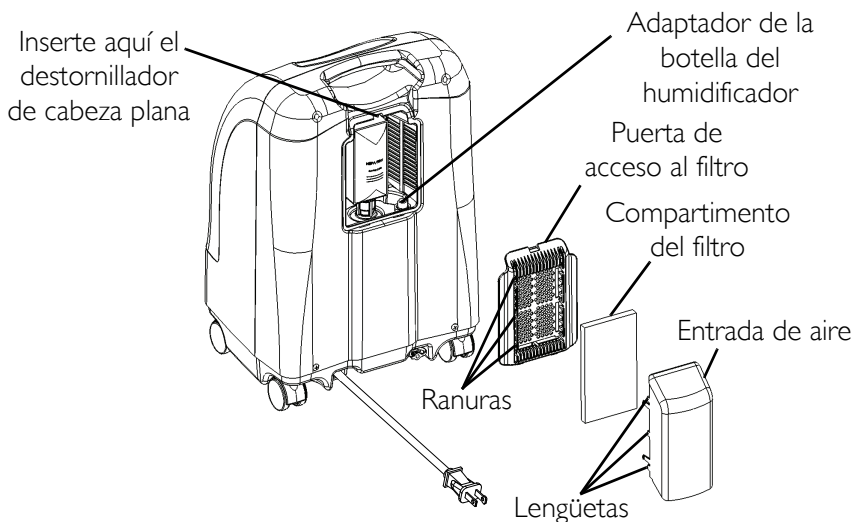
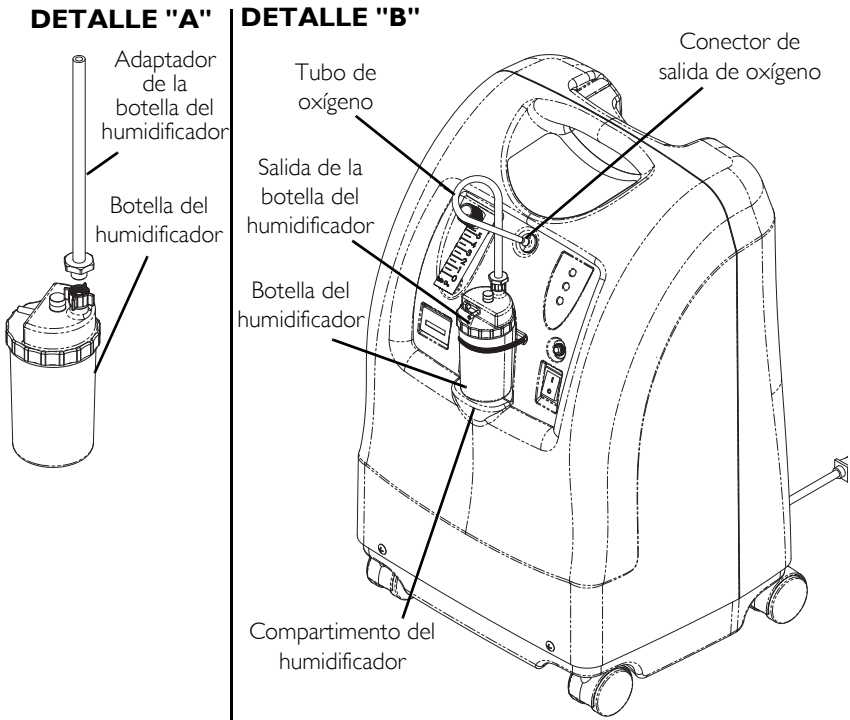

FIGURA 6.2 Adaptador de la botella del humidificador
FIGURA 6.3 Compartimento del humidificador
NOTA: Para este procedimiento, consulte a FIGURA 6.1, FIGURA 6.2 en la página 113, FIGURA 6.3 en la página 114.
3. Inserte un destornillador de cabeza plana en la ranura de la placa situada en el borde superior de la puerta de acceso al filtro y suavemente cierre la puerta de acceso al filtro (FIGURA 6.2).
4. Extraiga y retire el adaptador de la botella del humidificador (FIGURA 6.2).
6. Fije el adaptador de la botella del humidificador a la misma girando la tuerca de la botella del humidificador en el sentido contrario a las agujas del reloj hasta que se cierre de forma segura. Véase Detalle "A" en FIGURA 6.3.
7. Fije el adaptador / botella del humidificador al conector de la salida de oxígeno del concentrador. Véase Detalle "B" en FIGURA 6.3.
8. Fije los tubos de oxígeno desde el adaptador / botella del humidificador al conector de la salida de oxígeno del concentrador. Véase Detalle "B" en FIGURA 6.3.
9. Fije el tubo de suministro de la cánula / paciente a la salida de la botella del humidificador. Véase Detalle "B" en FIGURA 6.3.